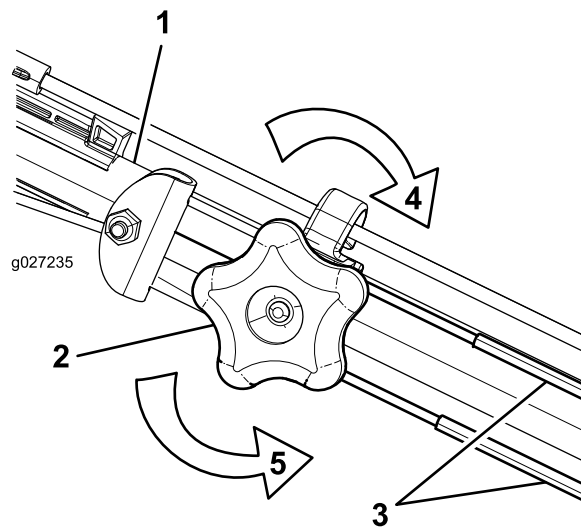

Рисунок 36
- Отрегулируйте натяжение тросов (Рисунок 36), потянув их назад или вперед, затем удерживайте в этом положении.
- Поверните ручку регулировки против часовой стрелки, чтобы ослабить затяжку троса (Рисунок 36).